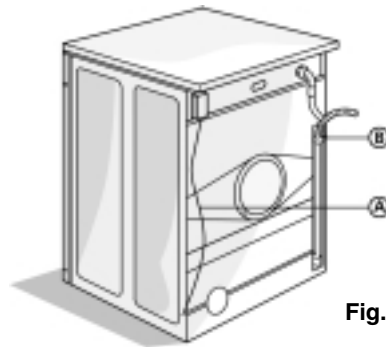

Fig. 1
NE desserrez PAS le raccord du tuyau de vidange ; voir la flèche B à la Fig. 1. Sinon, il y aurait un risque de fuite (danger de s'ébouillanter avec l'eau chaude).
2. Vous pouvez soit fixer le tuyau de vidange au siphon, soit l'accrocher au rebord d'un évier ou d'un lavabo avec la crosse de vidange (voir la Fig. 1). Les petits lavabos ne conviennent pas.